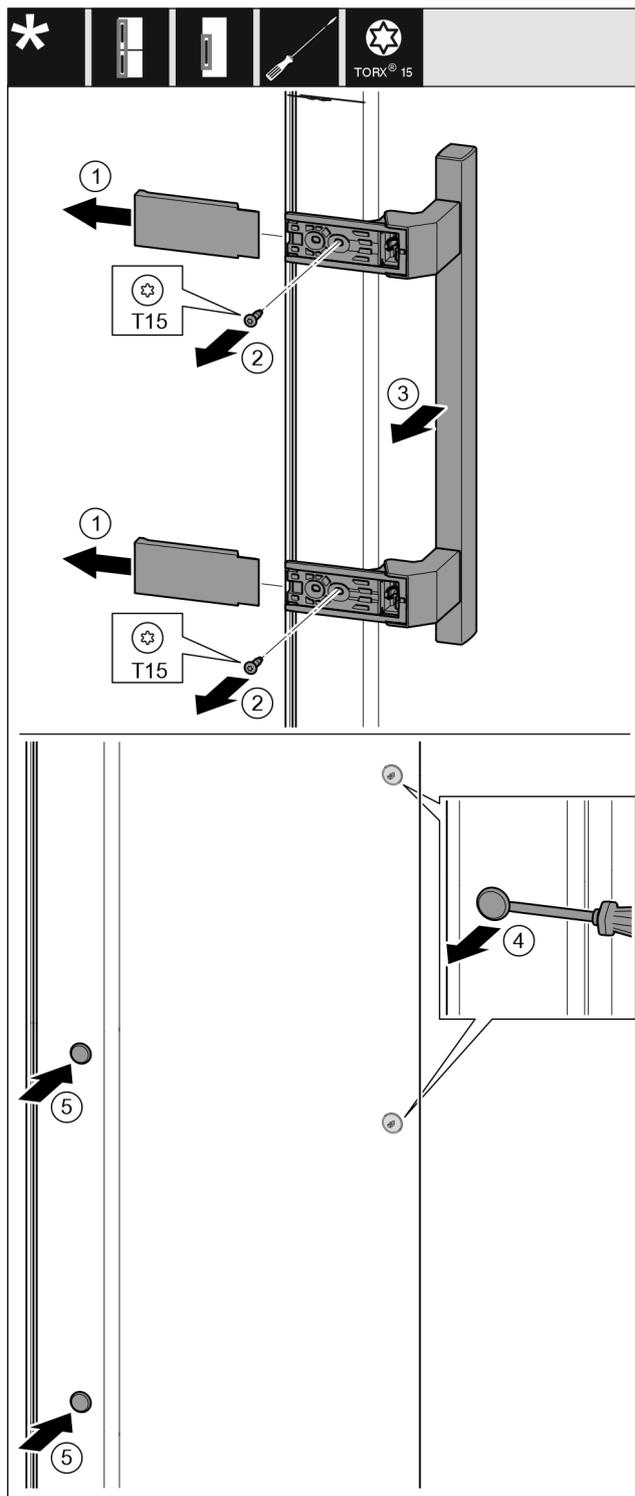

Fig. 18
- ▶ Levantar la cubierta. Fig. 18 (1)
- ▶ Desatornillar los tornillos con un destornillador Torx 15. Fig. 18 (2)
- ▶ Retirar el tirador. Fig. 18 (3)
- ▶ Levantar con cuidado el tapón lateral del electrodoméstico con el destornillador plano y sacarlo. Fig. 18 (4)
- ▶ Volver a colocar el tapón en el otro lado. Fig. 18 (5)